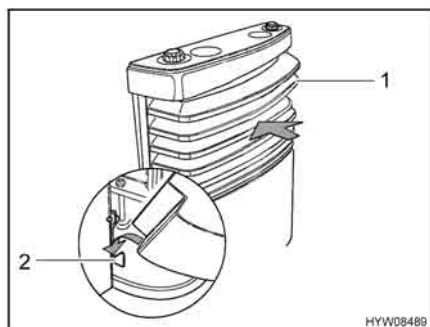

Fig. 94 Copertura del riscaldamento, supporti inferiori
- Montare la copertura del riscaldamento. A tale scopo, collocare la copertura (Fig. 94,1) sui supporti inferiori (Fig. 94,2).